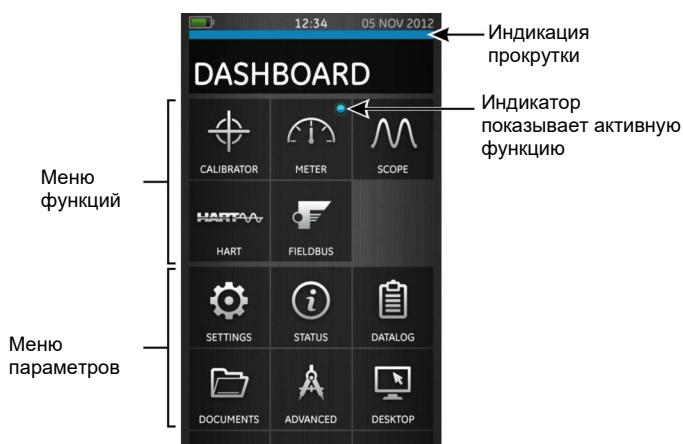

Рисунок 3: Панель – сенсорный экран
7. Druck DPI 620 Genii, Режимы (см. Рис. 3. Панель)